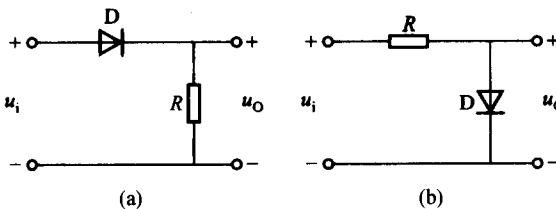

图 14.03 习题 14.3.3 的图
14.3.3 在图 14.03 所示的两个电路中, $u_i = 30\sin\omega t$ V, 二极管的正向压降可忽略不计, 试分别画出输出电压 u_o 的波形.
在图 14.03 图(b)中, $u_o = u_D$, u_i 正半周时, $u_o \approx 0$; u_i 负半周时, $u_o = u_i$ (其波形如解 14.3.3 图(a)、(b)所示)。